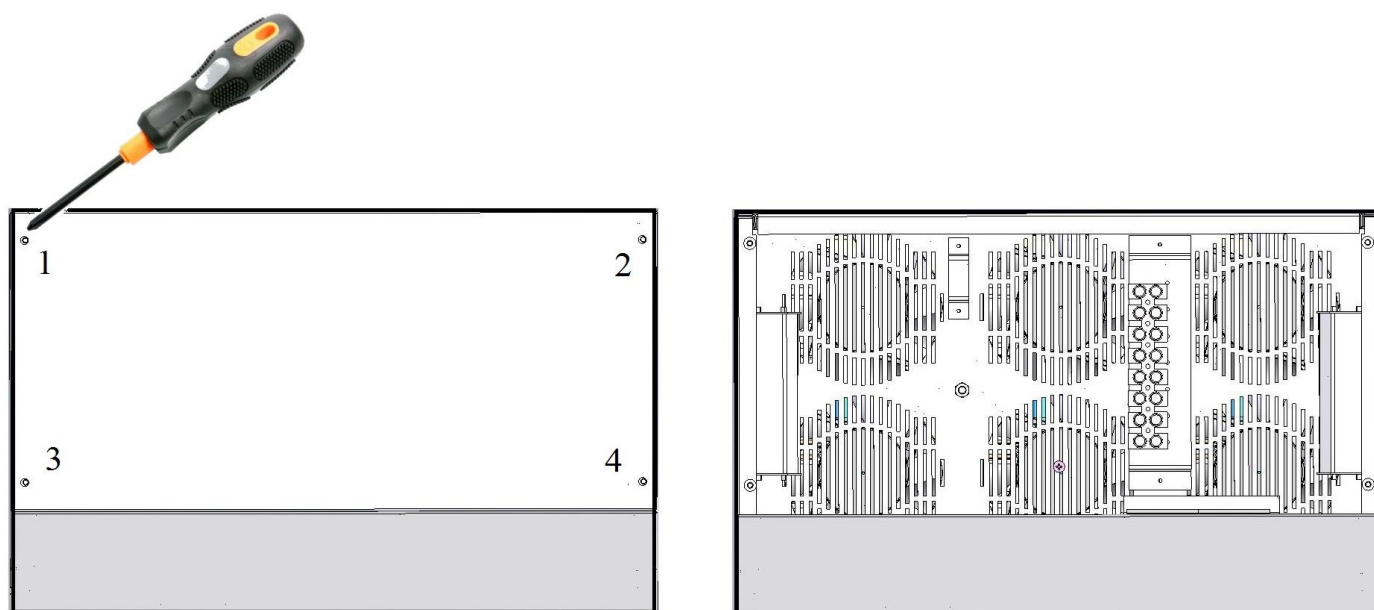

Рисунок 7. Схема снятия защитной крышки снизу корпуса стабилизатора
2. При помощи отвертки открутить 4 винта защитной крышки с верхней части стабилизатора для доступа к клеммной колодке (см. рисунок 7).